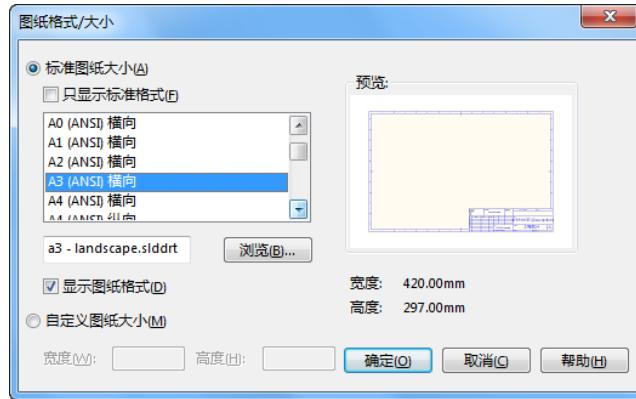

图 8-91 “图纸格式/大小”对话框
**02** 单击“标准”工具栏中的“从零件/装配体制作工程图”图标按钮 ，此时会弹出“图纸格式/大小”对话框，选择“标准图纸大小”并设置图纸尺寸如图 8-91 所示。单击“确定”按钮，完成图纸设置。